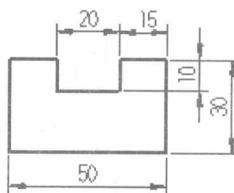

图1-5
**【练习1-5】：** 利用【Create】/【Line】/【Create Line Endpoint】连续线命令，绘制如图 1-5 所示图形。